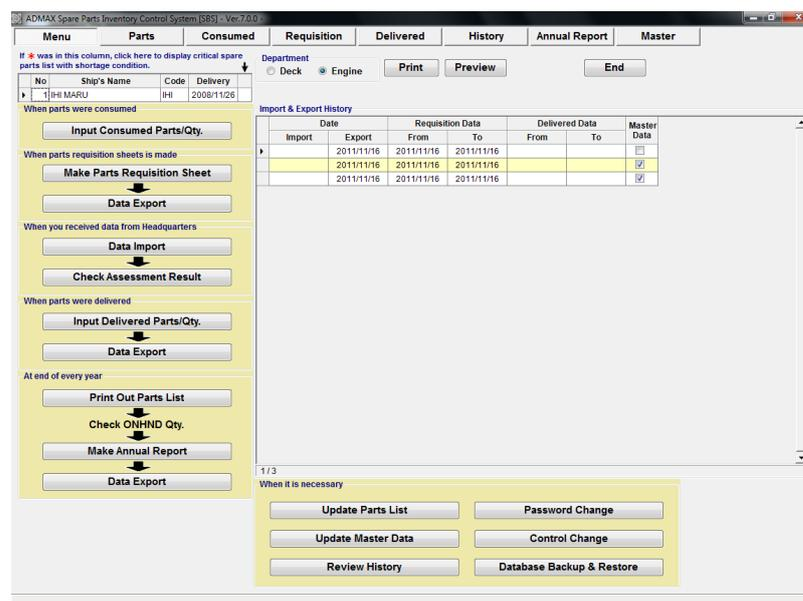
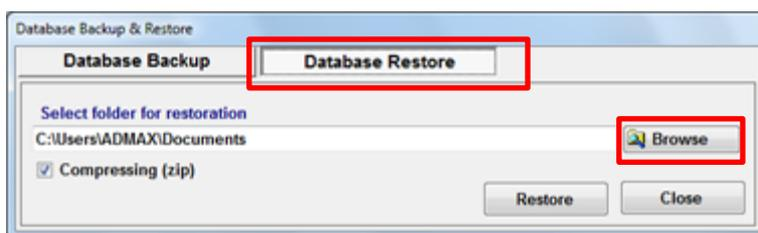

図 16.3 Menu
図 16.4 Database Backup & Restore
2. “Menu Screen”で[Database Backup & Restore] ボタンをクリックします。(図.16-3). “Backup & Restore Dialog”(図.16-4) が表示されます。